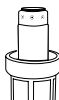

Figure 8
10. Placez le filtre dans le cabinet (voir Figure 8). Alignez le cabinet à la tête du filtre et vissez-le sur la tête du filtre. Serrez avec une clé pour sceller.